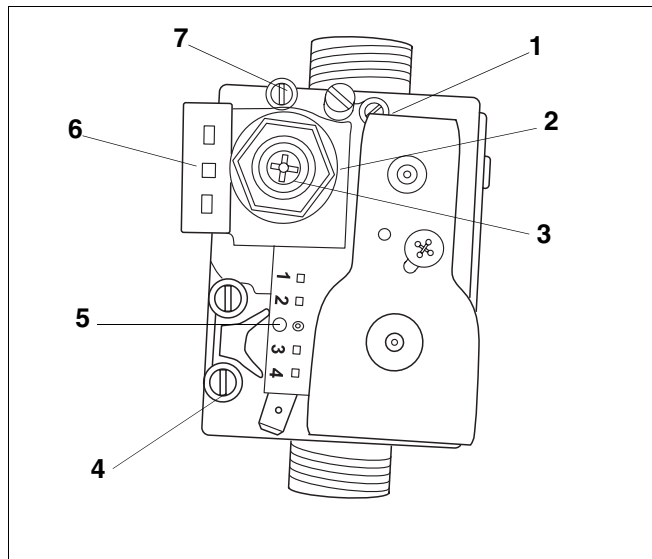

Рис. 23 Газовая установка SIT
- винт регулировки большой нагрузки (рис. 23 на стр. 26) повернуть примерно на 3 оборота против часовой стрелки (только при переводе с сжиженного газа на природный).
- Примерно через 2,5 минуты (окончание розжига) медленно поворачивать потенциометр "max. Heizleistung" в направлении максимума, контролируя при этом давление в сопле, и после достижения максимального теплопотребления отрегулировать его в соответствии с данными на винте регулировки большой нагрузки (рис. 23 на стр. 26).
- Повернуть винт регулировки большой нагрузки (рис. 23 на стр. 26) примерно на 7 оборотов против часовой стрелки.
- Затянуть винт регулировки большой нагрузки (рис. 23 на стр. 26) по часовой стрелке до упора.
- Подключить манометр к измерительному ниппелю комбинированного газового клапана (рис. 23, поз. 7).
- Сравнить давление манометра с таблицей давления в соплах (табл. 4 и табл. 5) и при необходимости откорректировать с помощью регулятора большой нагрузки (рис. 23, поз. 2).
- Установить потенциометр "max. Heizleistung" (рис. 21, поз. 2 на стр. 20) на минимальную мощность с помощью регулятора малой нагрузки (рис. 23, поз. 3) (против часовой стрелки до упора).
Легенда к рис. 23: